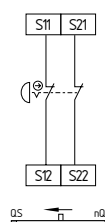

Fig. 14
**Circuit d'arrêt d'urgence à 2 canaux avec organes de commande selon ISO 13850 et IEC 60947-5-5 (Fig. 14)**